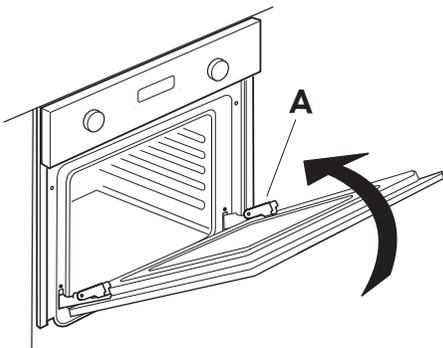

Fig. 2
3. Sluit de deur tot de blokkering (A), til hem op (B) en draai hem (C) tot de deur loshaakt (D) (Fig. 2, 3, 4).